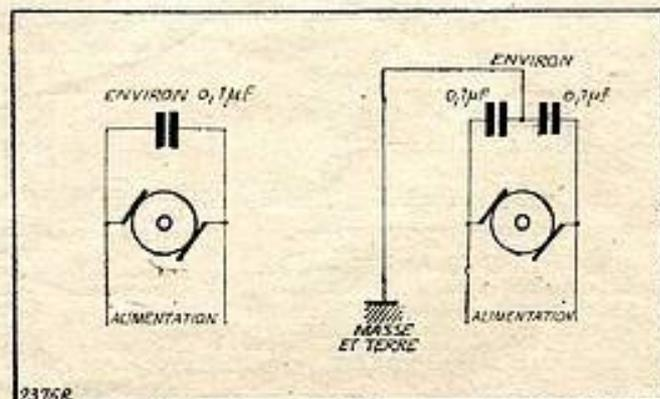

Fig. 1
a) d'abord, juguler les parasites émis par une source déterminée. Cela revient, dans la plupart des cas, à bloquer une étincelle issue d'un interrupteur, d'un balai de moteur ou autre (fig. 1).